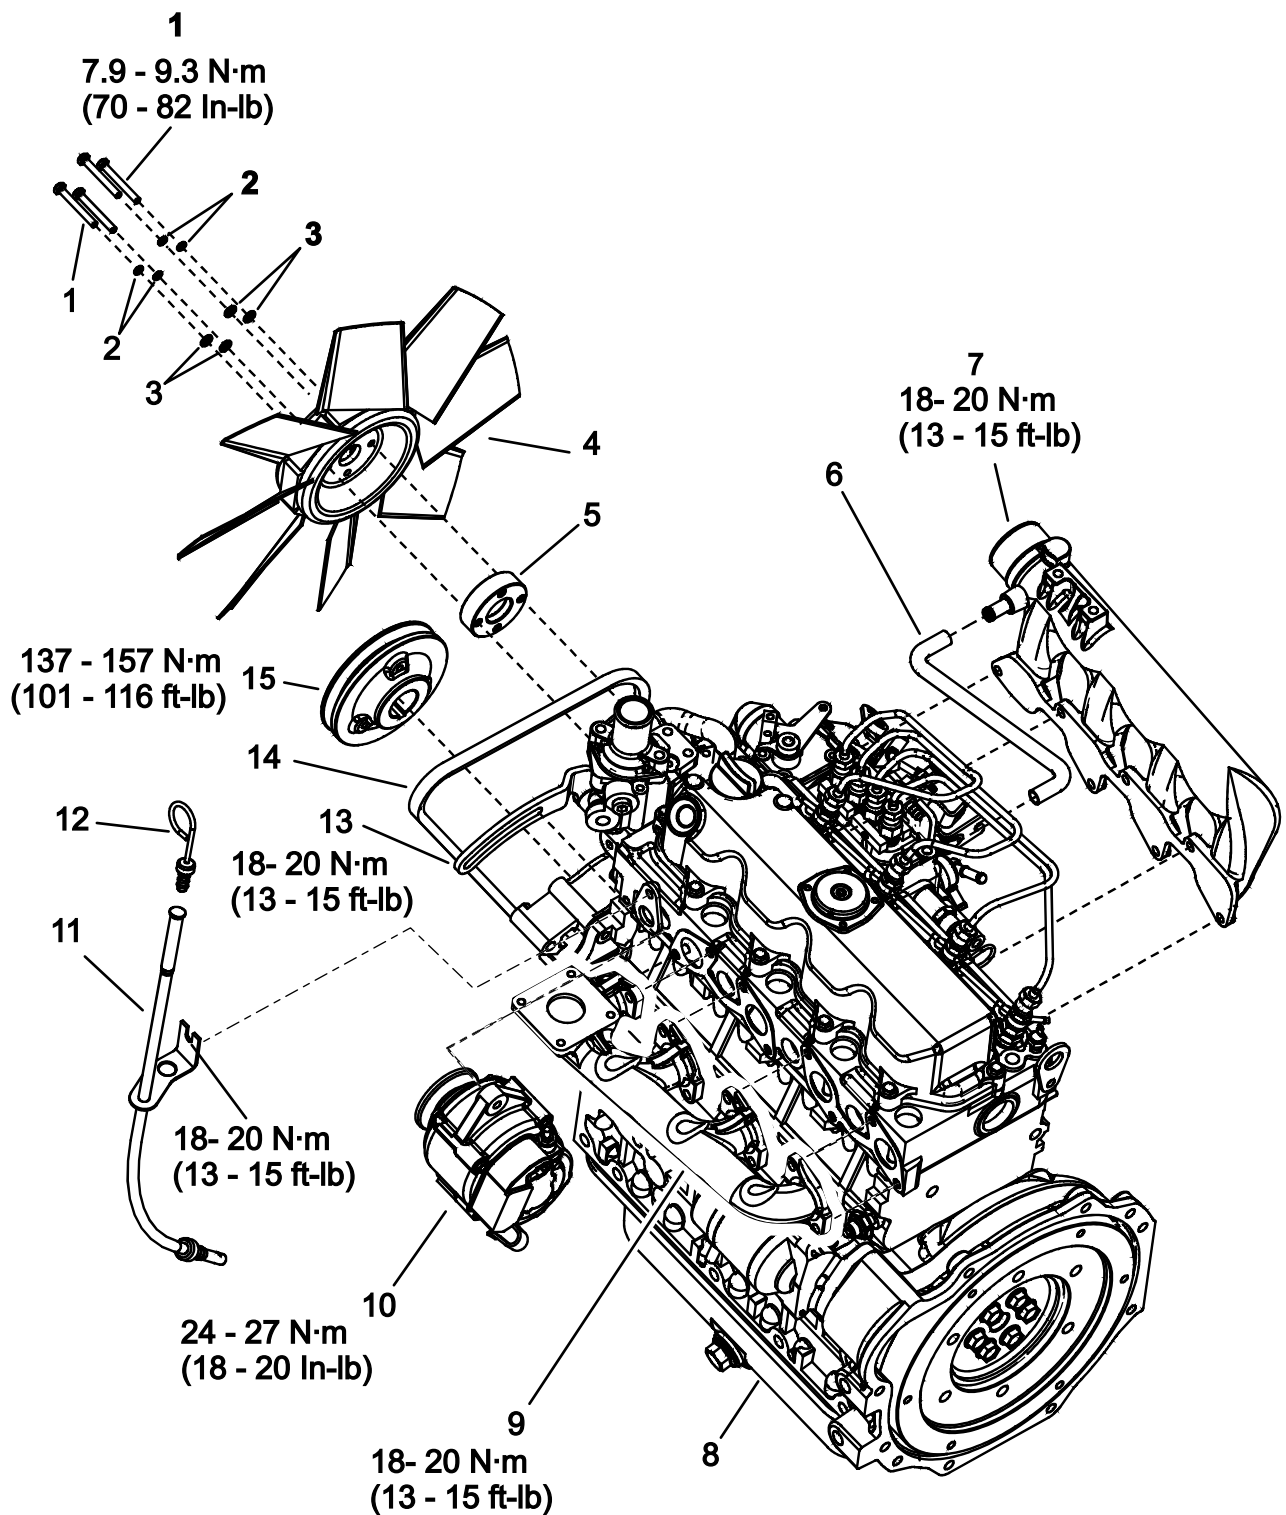

Figura 5
1. Remova as peças que se mostram em Figura 5 do motor antigo e instale-as no motor novo.